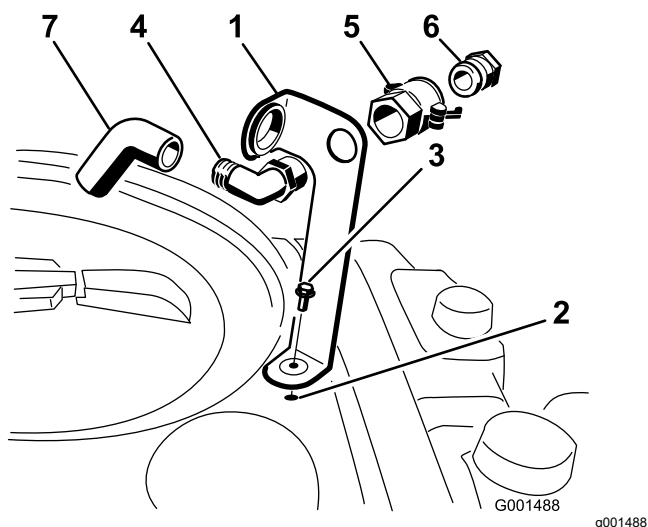

图 3
1. 如图 3 所示将加水口插口支架放在药缸的螺纹孔上方用凸缘头螺栓5/16 x ¾ 英寸 固定。
2. 将 90° 弯头的螺纹端穿过支架拧上快速接头固定至支架上 图 3。
3. 将软管适配器装入快速接头 图 3。
4. 将适配器锁定到位将手柄旋向适配器然后用发卡销固定 图 3。
5. 将防虹吸软管穿过支架上的大开口然后插入到 90° 弯头的宝塔接头上 图 3。